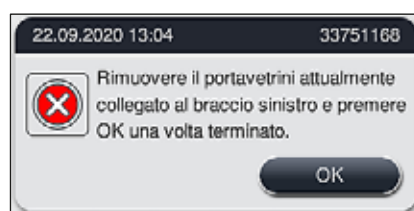

Fig. 129
5. Confermare premendo **OK** (→ "Fig. 129").